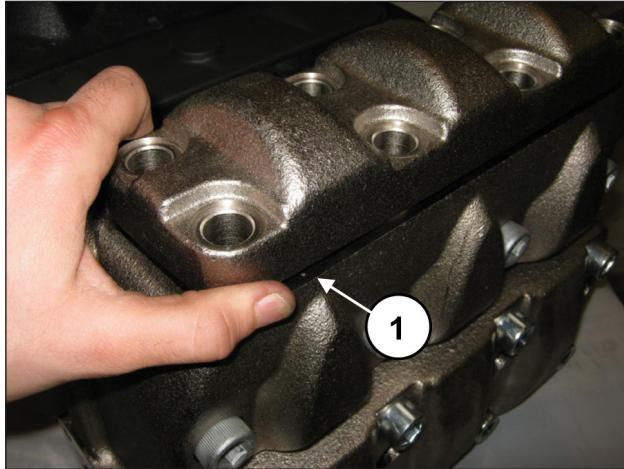
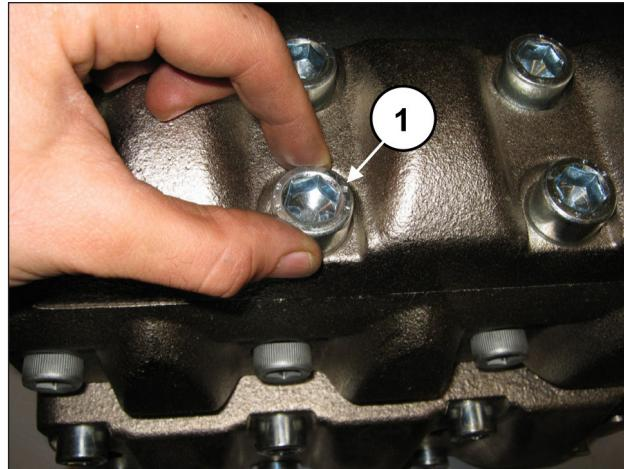

图 161
图 162
排出阀组安装完毕后，盖上排出阀的盖子(位置①，图 161) 并拧紧8颗M16x45螺丝(位置①，图 162)。